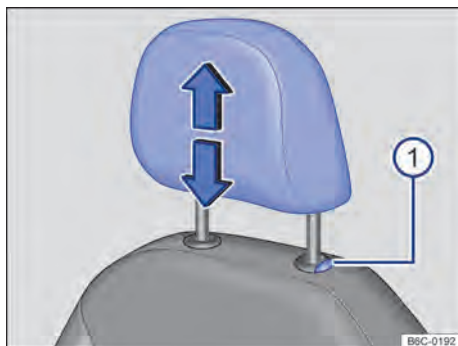

Fig. 66 Apoyacabezas delantero: desinstalar.
- Retirar el apoyacabezas con el botón → fig. 66 ⓘ presionado.
- Empujar hacia abajo totalmente el apoyacabezas con el botón → fig. 66 ⓘ presionado.